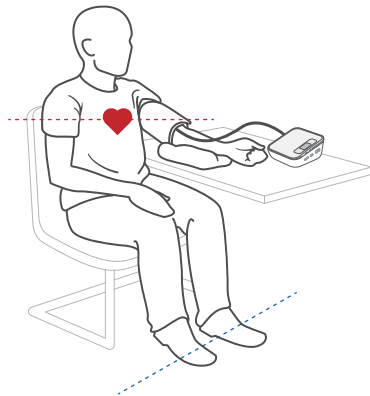

Figure 1.1
- Asseyez-vous sur une chaise, les pieds à plat sur le sol et les bras sur la table de façon à ce que le brassard soit au niveau de votre cœur. *[Figure 1.1]*